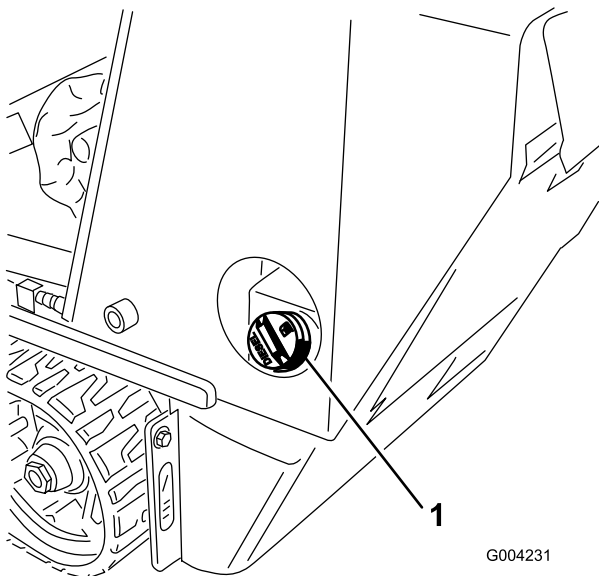

Figura 11
1. Retire el tapón del depósito de combustible (Figura 11).